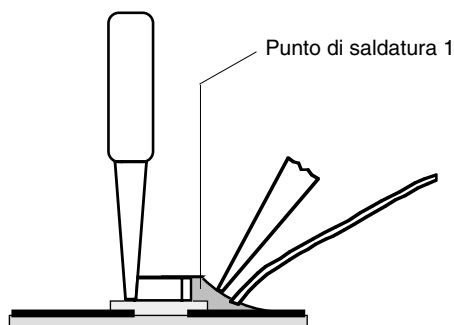

Fig. 4
4. Appoggiare il CHIP sul punto di saldatura, centrarlo e quindi saldarlo (Fig. 4).